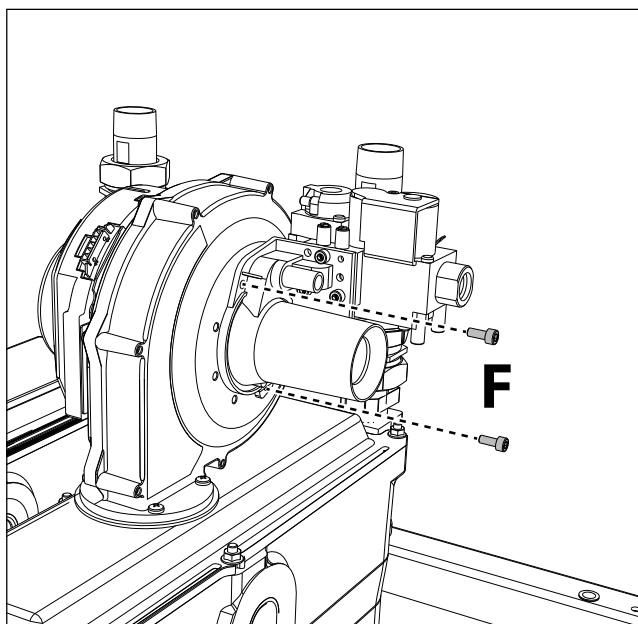
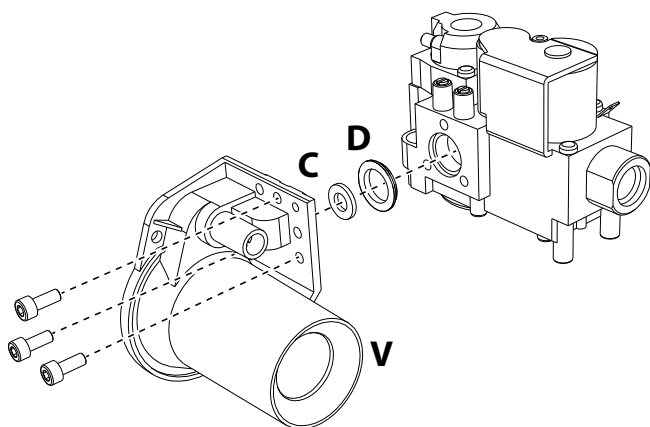

fig. 69
fig. 70
6. Rimuovere il “Gruppo Venturi”, dal ventilatore, svitando le due viti “F” (fig. 69).
7. Rimuovere il Venturi “V” svitando le 3 viti (vedi fig. 70).
Sostituire l'ugello gas “C”, posizionandolo all'interno della guarnizione “D”, con quello contenuto nel kit di trasformazione (vedi fig. 70). Riassemblare il “Gruppo Venturi” e fissarlo al ventilatore (vedi fig. 70 e fig. 69).